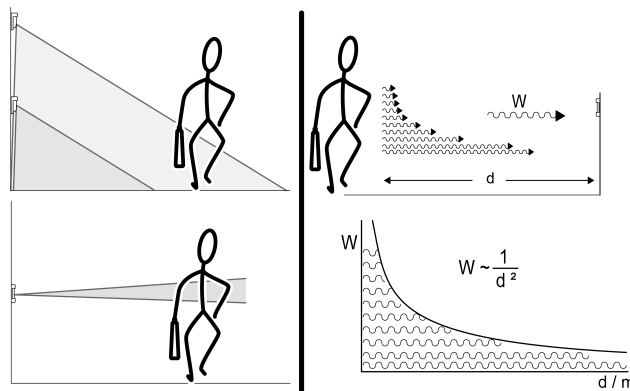

Imagen 4: Detección de fuentes térmicas – geometría del campo de detección y distancia (ley de distancia fotométrica)
- Distancia entre la fuente térmica y el detector de movimiento: cuanto más alejada se encuentra la fuente térmica del sensor, tanto menor es la señal que llega al sensor (Imagen 4).
- Contraste entre la fuente térmica y el entorno: cuando la fuente térmica irradia con la misma intensidad que el entorno, ello dificulta considerablemente la detección (Imagen 4).